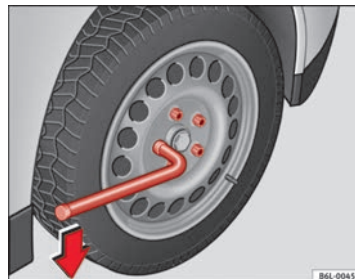

Abb. 139 Radwechsel: Radschrauben lockern
- Greifen Sie das Ende des Radschlüssels und drehen Sie die Schraube etwa eine Umdrehung nach **links** ⇒ Abb. 139.